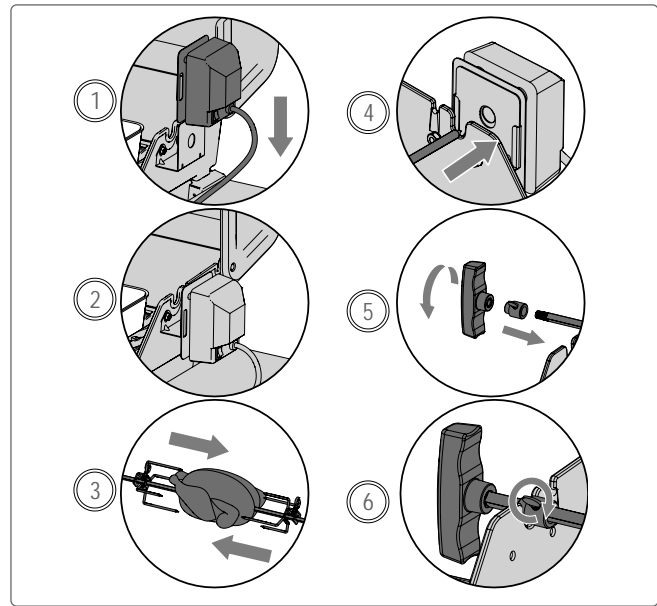

Рис. 16
5. Насадите вторую вилку на шампур вертела и надавите ей на тушку так, чтобы все тушки были плотно прижаты друг к другу. Зафиксируйте вилку (Рис. 16).